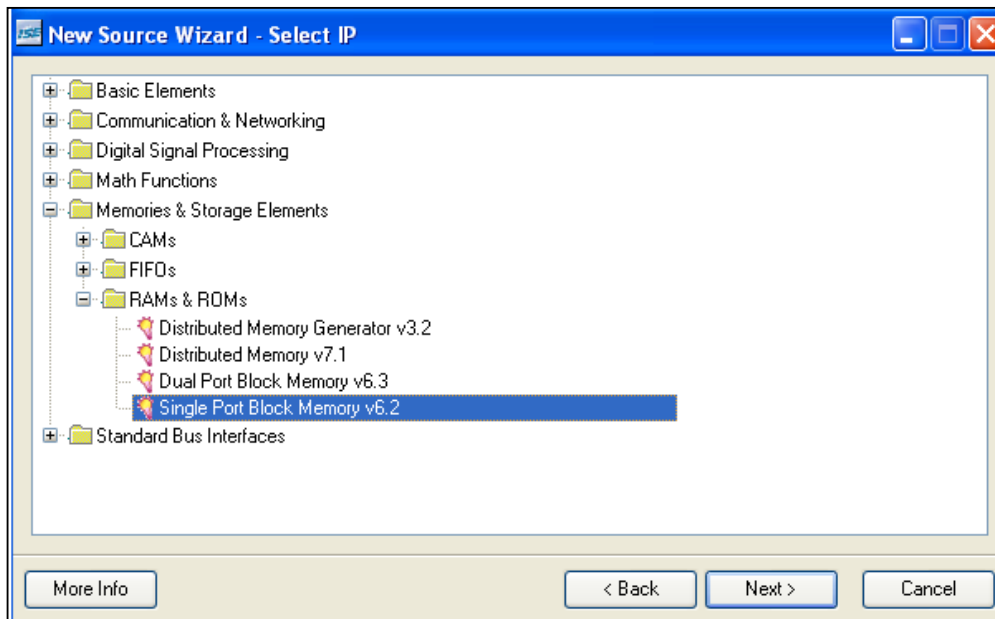

Figura 1
- Se alege tipul de memorie ce se dorește a fi generat, vezi figura 1, apoi *Next -> Finish*;